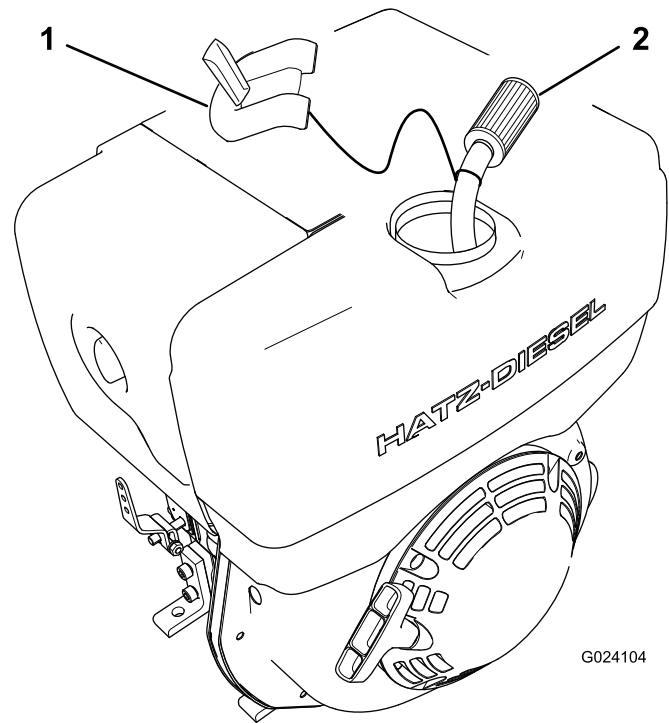

Figura 19
3. Retire el filtro de combustible del depósito de combustible (Figura 19).